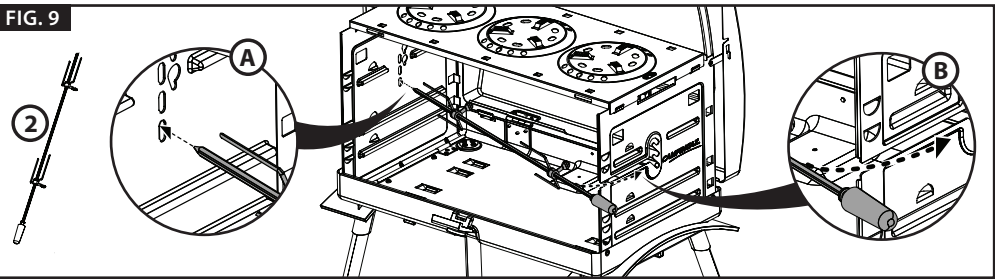

FIG. 10
8. Setzen Sie die Fettauffangschale in das Gehäuse ein (Abb. 10). Stellen Sie sicher, dass die Fettauffangschale auf einem der Schienenpaare an den Seitenwänden liegt.